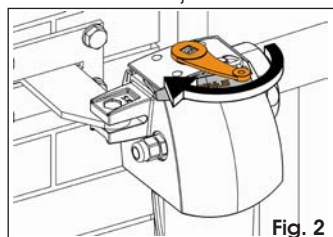

Fig. 2
3. Draai de sleutel in de richting van de pijl (Fig. 2), de ontgrendelingshendel gaat iets open om beter te kunnen worden gegrepen.